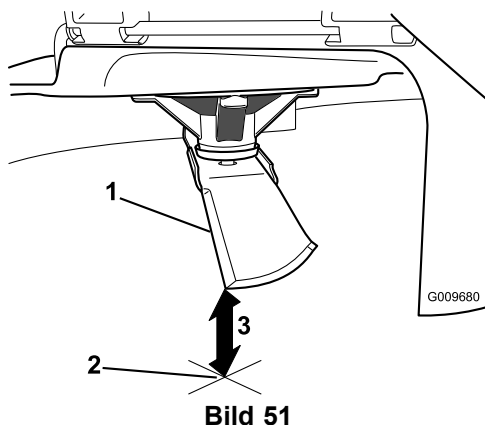

Bild 51
5. Messen Sie von der Messerspitze bis zu ebenen Fläche (Bild 51).